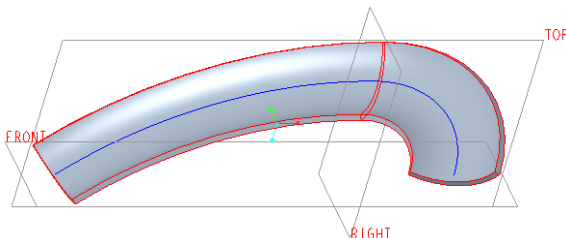

图 1-72 完成创建的扫描壁
(5) 在“扫描”选项卡的 (壁厚度) 框中输入壁厚度值为 1.5。
(6) 单击  (完成) 按钮, 完成创建的扫描壁如图 1-72 所示。